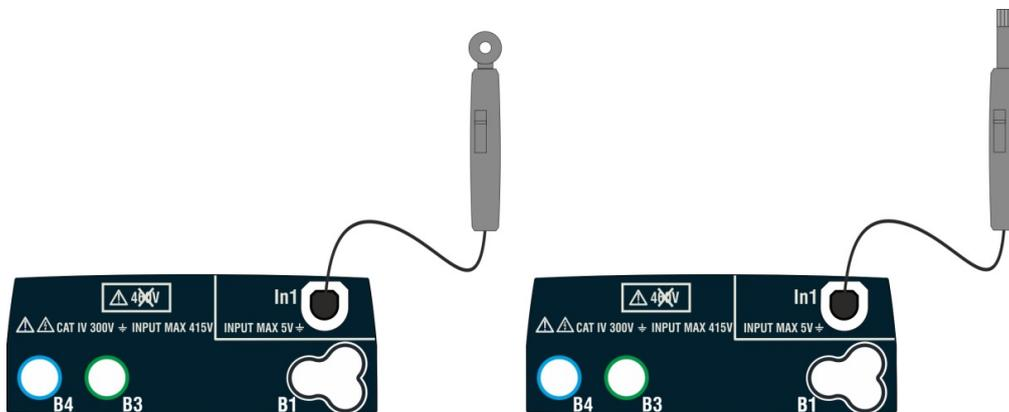

Fig. 39: Mesure des paramètres environnementaux avec des sondes externes
3. Insérez le transducteur nécessaire à la mesure souhaitée dans l'entrée auxiliaire **In1** comme indiqué dans la Fig. 39